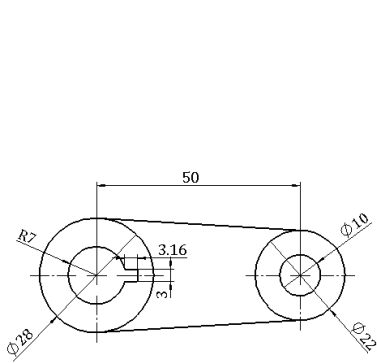

图 9-142 工程图素材
- 01 打开素材库“第 9 章/9-23 修订云”文件，工程图如图 9-142 所示。